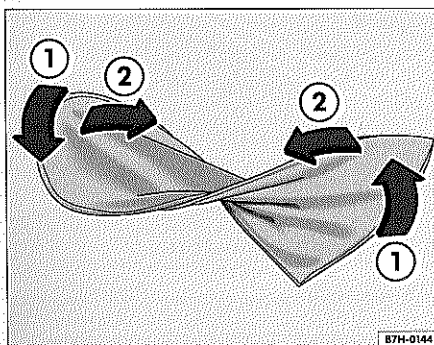

Fig. 43 Doblar los cubreventanas de las ventanillas del conductor y del acompañante
- Sujete el cubreventanas desplegado de la ventanilla del conductor por los laterales ⇒ página 56, fig. 43 ① y gire las manos en sentido opuesto.
- Junte las manos en el medio ②.